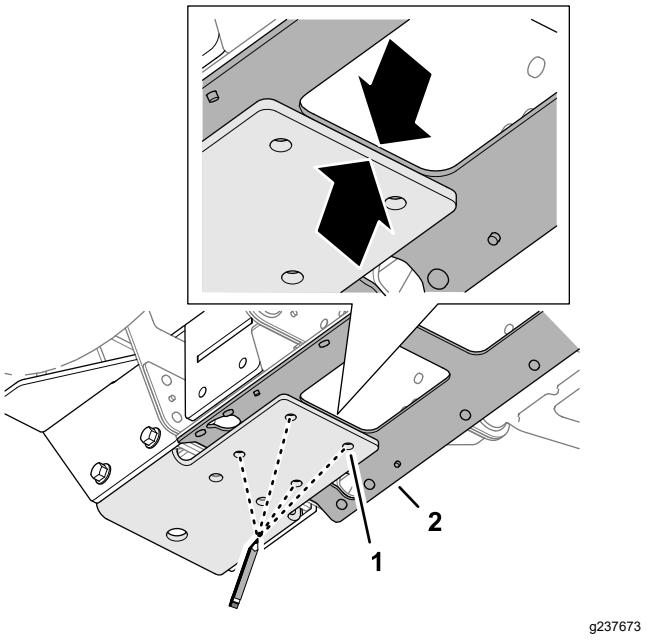

Figura 50
3. Allineate il bordo più arretrato della staffa inferiore con il bordo dell'apertura di accesso nella piastra del canale centrale (Figura 50).
4. Segnate i punti dei 4 fori nella staffa inferiore sulla piastra del canale centrale, come illustrato nella Figura 50.